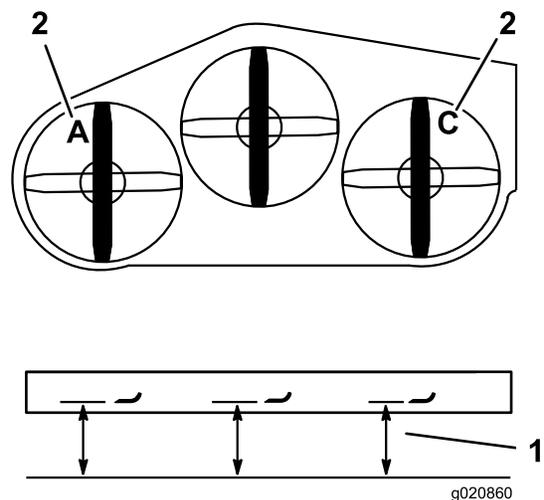

Figura 86
4. Meça a lâmina esquerda no local **A**, numa superfície nivelada à extremidade de corte da ponta da lâmina e registre esta medição (Figura 86).
5. Meça a lâmina direita no local **C**, numa superfície nivelada à extremidade de corte da ponta da lâmina e registre esta medição (Figura 86).
3. Meça a lâmina direita no local **C**, numa superfície nivelada à extremidade de corte da ponta da lâmina e registre esta medição (Figura 86).